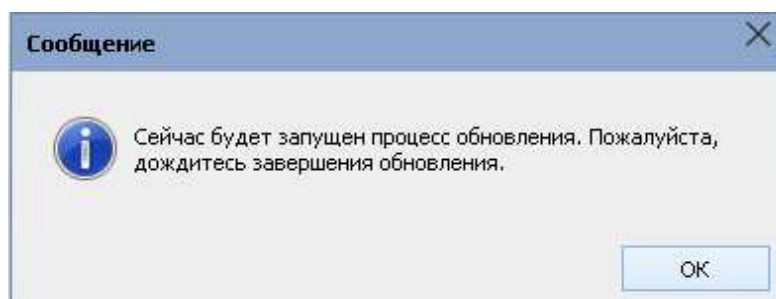

Рисунок 11 – Сообщение, полученное после нажатия кнопки «Обновить ПО»
1. После нажатия кнопки «Обновить ПО» будет выведено следующее сообщение (Рисунок 11).